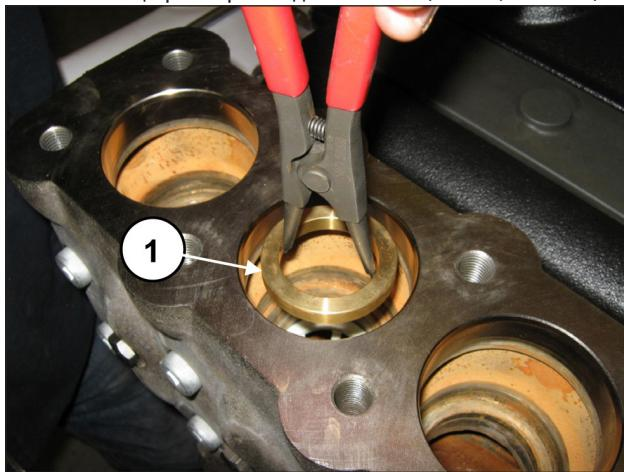

Рис. 101
Выньте кольцо распорки седла клапана (поз. ①, Рис. 101).